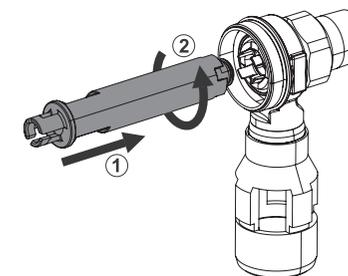

Bild 4
- Entnehmen Sie mit der anderen Seite des Werkzeugs den Rückflussverhinderer aus dem Gehäuse. Führen Sie wieder das Werkzeug ein und drehen Sie den RV gegen den Uhrzeigersinn heraus (Bild 4).